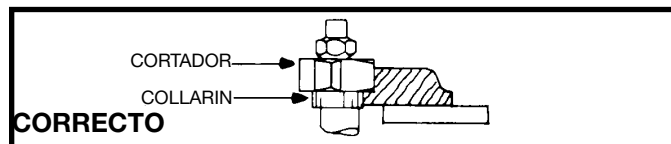
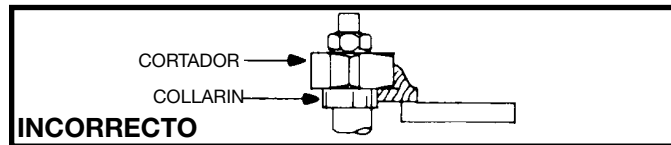

Fig. 41
Fig. 42
4. El material DEBE ser razonablemente pesado en proporción al corte que se está realizando en la Fig. 41. Bajo **NINGUNA** circunstancia se debe limar material corto de poco peso contra los collarines, como se ilustra en la Fig. 42.